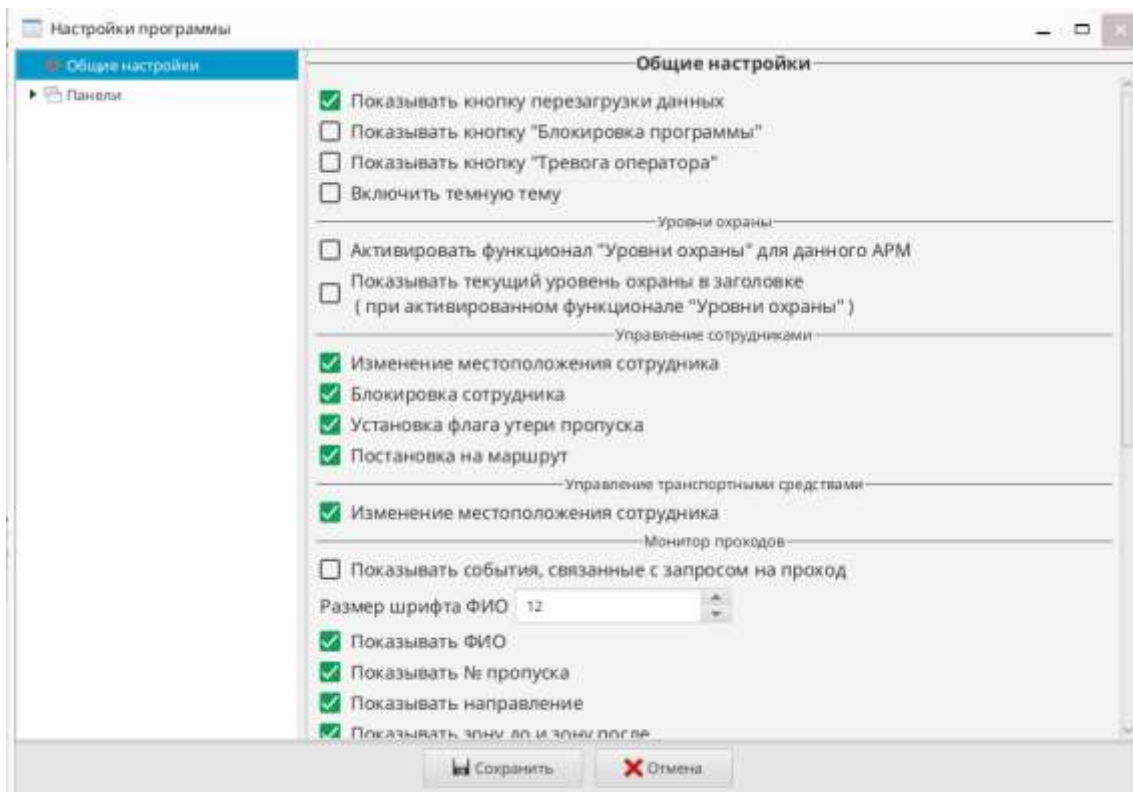

Рис. 88
9.1.3. В левой части окна (Рис. 88) представлен перечень вкладок, сконфигурированных в программе оператор, в правой части представлены общие настройки и перечень функционала для каждой панели, который можно сделать видимым (в главном меню, или на вкладке, или по нажатию кнопки «» на любой из панелей). Для активации функционала